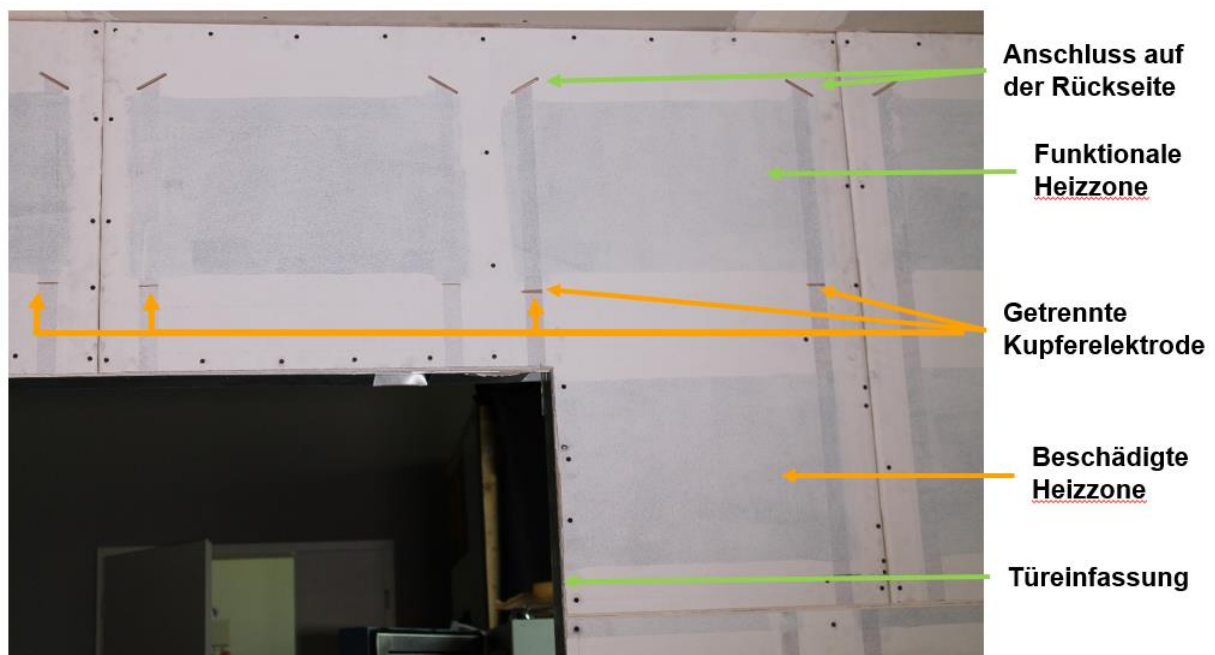

Abbildung 3: Beispiel - außer Betrieb genommene, beschädigte Heizzone bei einer Türeinfassung
Muss eine Heizfläche aufgrund baulicher Einschränkungen angeschnitten werden so ist diese außer Betrieb zu nehmen. Dafür muss die Kupferelektrode zum nächsten funktionsfähigen Segment im Zwischenraum zwischen den Heizflächen je zwei Mal in einem Abstand von ca. 2 mm durchgeschnitten werden um jeweils einen schmalen Kupferstreifen entfernen zu können. Nur so ist eine sichere elektrische Trennung des beschädigten Heizfeldes von den übrigen Heizfeldern möglich. Ein Beispiel hierfür zeigt Abbildung 3. Eine elektrische Trennung in derselben Form ist weiterhin nötig, wenn, z. B. Flächen wie in Abbildung 3 über dem Türrahmen eingebaut werden und der Türrahmen an dieser Stelle mit einer Metalleinfassung umrandet ist.
- Es darf niemals in Heizzonen oder in Elektroden geschraubt werden! (Ausnahme: die Heizzone ist dauerhaft außer Betrieb gesetzt, wie in Abbildung 3 dargestellt.)